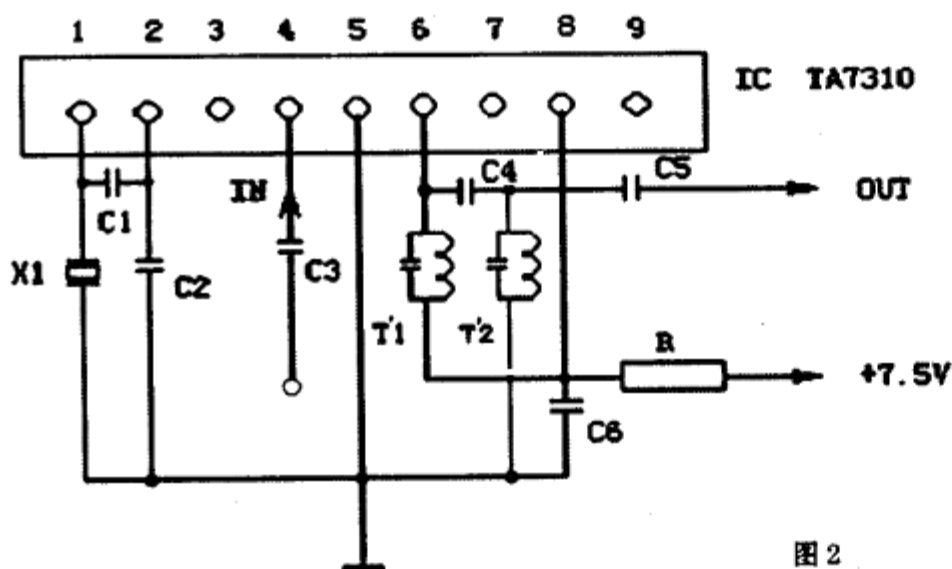
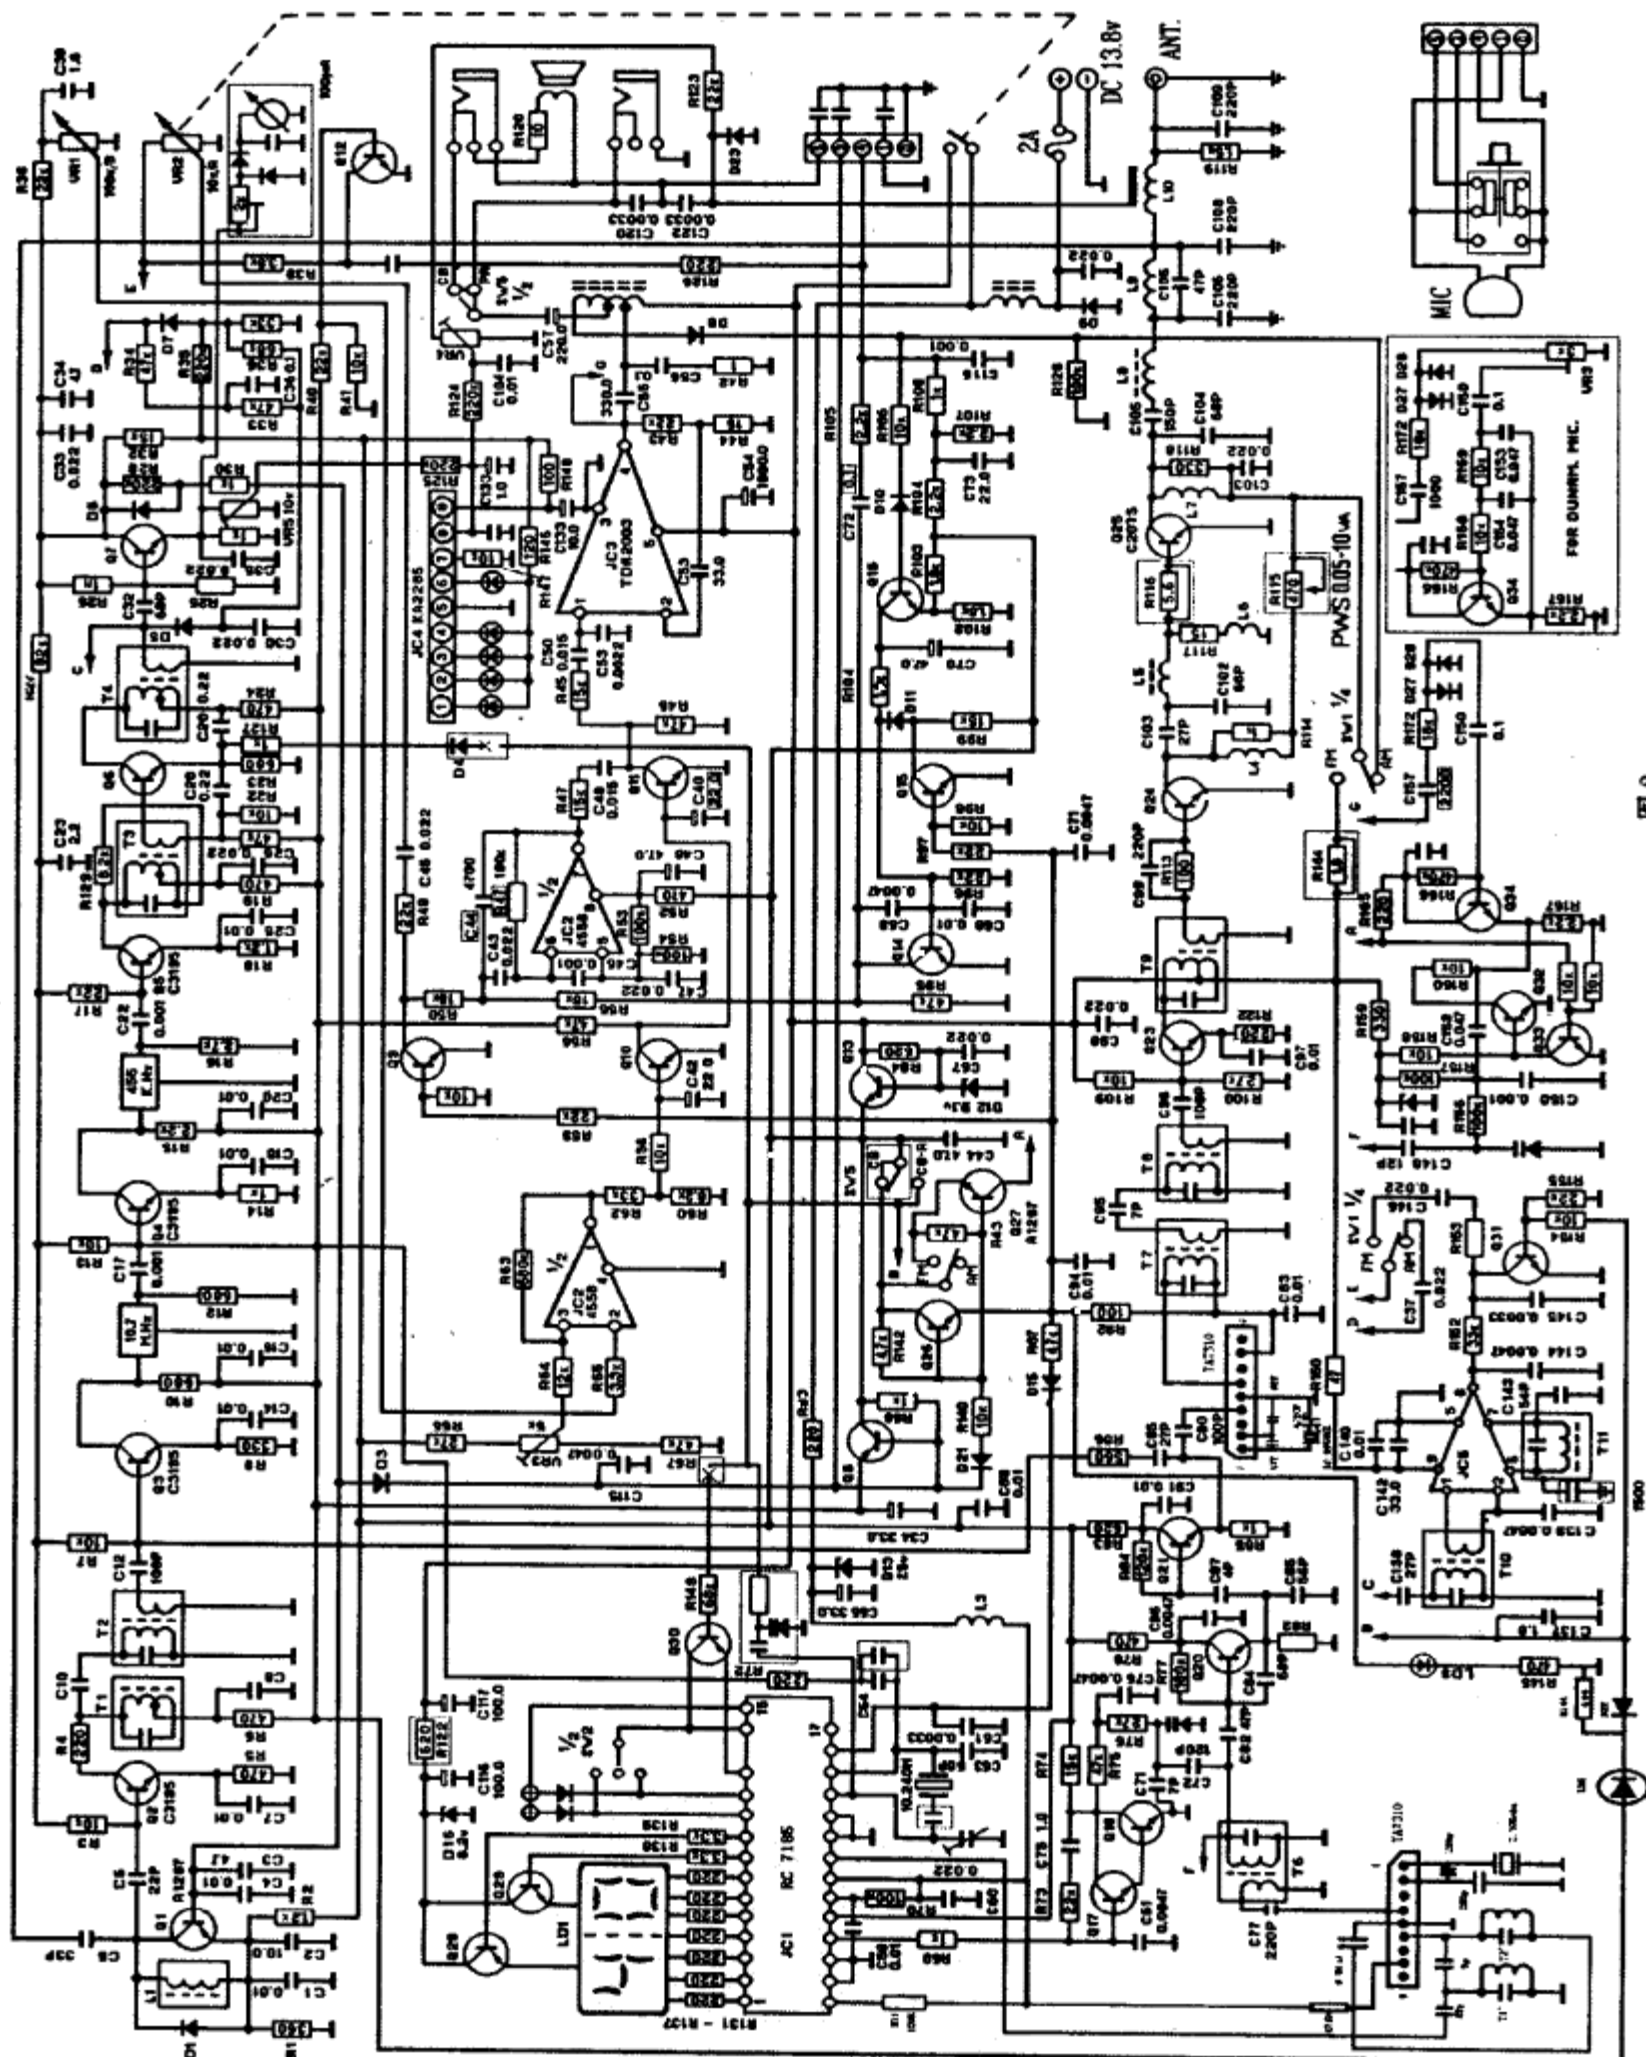

图2
图 3
改频步骤：制作VCO混频小电路板，其电路原理如图2所示，MJ-2701改频原理图如图3所示。图中的IC是TA7310，电容C1、C2容量选用220~470pF，C3选用MJ-2701CB机的C77选用220pF，C4选用8pF，C5选用22pF，C6选用0.01μF，电阻R选用47Ω，X1石英晶体选2.305MHz。T1、T2用普通调频收音机10.7MHz的中周改制。将原中周线圈的匝数拆去几圈，留8圈左右，原配谐电容不动。以上元件固定在36×18mm的印制电路板上。小电路板可用万用电路板制作，也可用其它电路改制。小电路板制作完毕经检查无误后做通电实验，接7.5V左右的电源，用频率计、示波器测TA7310第⑨脚，有2.305MHz信号且波形良好。
2.305MHz晶体的位置上（C1选47pF，C2选68pF）。TA7310第⑥脚就近接地，第④脚接在C85上，第⑧脚接在原三极管Q22的集电极上。T7、T8作为选频调谐回路，第⑨脚接在R92上，其它电容、微调电容可以直接搭焊在相应的电路上。
第⑧脚为启动/工作电压供电端。图2的A端从代用机取得市电整流输出310V直流电压,经R8降压(R8由一只 $6.8\text{k}\Omega\sim 12\text{k}\Omega$ 的PTC热敏电阻和一只普通电阻串联